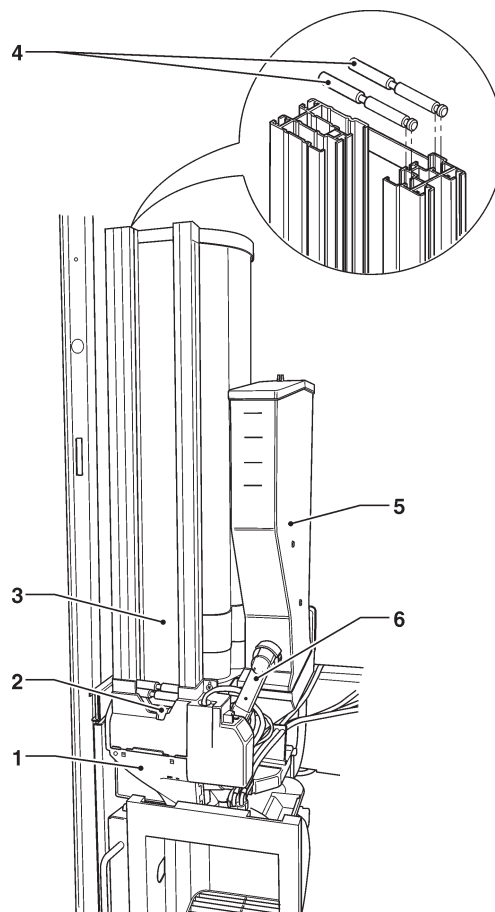

Fig. 9
Le conteneur du sucre peut être logé, en fonction du modèle, sur la tablette des gobelets (voir fig. 9) ou bien avec les autres conteneurs de poudre.
- enlever, en les ôtant par le haut, les poids pour palettes externe et interne (voir fig. 9);